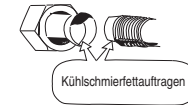

Abb. 5-4
- (1) Vor der Verwendung der Leitungen diese mit einer Abdeckkappe oder wasserdichtem Klebeband versehen, damit kein Wasser oder Verschmutzung in die Leitungen gelangen kann.
- (2) Vor dem Herstellen von Rohrleitungsanschlüssen unbedingt Kühlschmiermittel (Etheröl) auf die Bördelfläche auftragen. Darauf achten, dass kein Öl auf das Gewinde gerät. Dies dient dazu, Gaslecks zu verhindern. (Abb. 5-4)